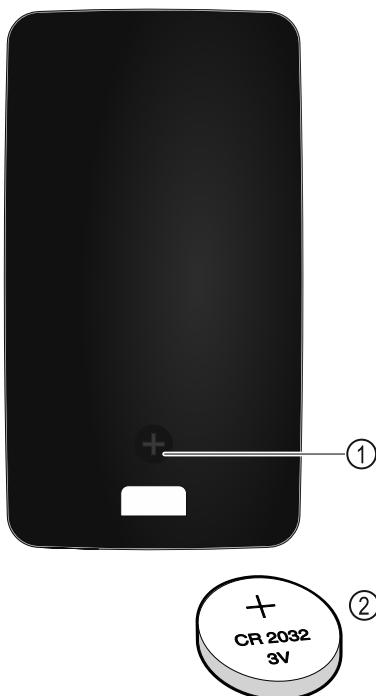

Fig. 149
Nuotolinio valdymo pultui elektros srovė tiekiama iš CR 2032 tipo 3V baterijos Fig. 149 (2), kurią galima įsigyti specializuotos prekybos vietose.
- Išsukite varžtą Fig. 149 (1) galinėje nuotolinio valdymo pulto pusėje.